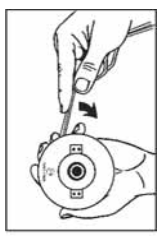

Fig. 9C
5. Wickeln Sie den Schneidfaden im Uhrzeigersinn auf die Spule wie in Fig. 9C aufgezeigt. Achten Sie auf feste Spannung und darauf, dass sich die beiden Fädenhälften im jeweiligen separaten Spulengehäuse befinden. Wickeln Sie den Faden auf bis jeweils 6" (15 cm) Fadenslänge verbleiben.